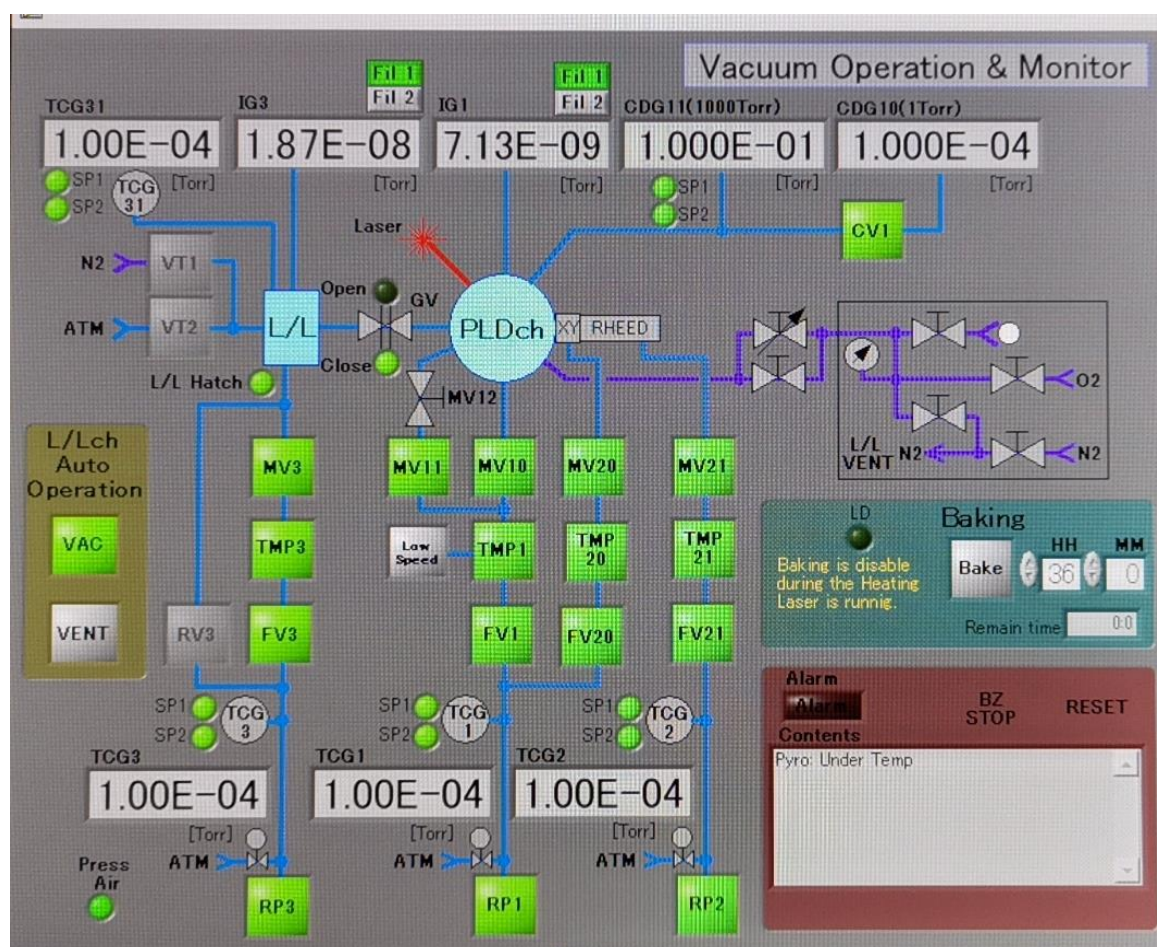
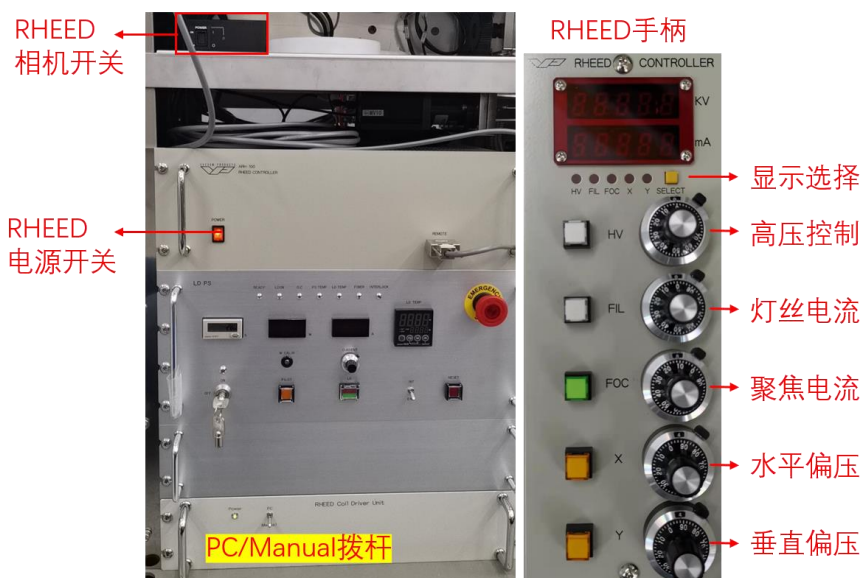
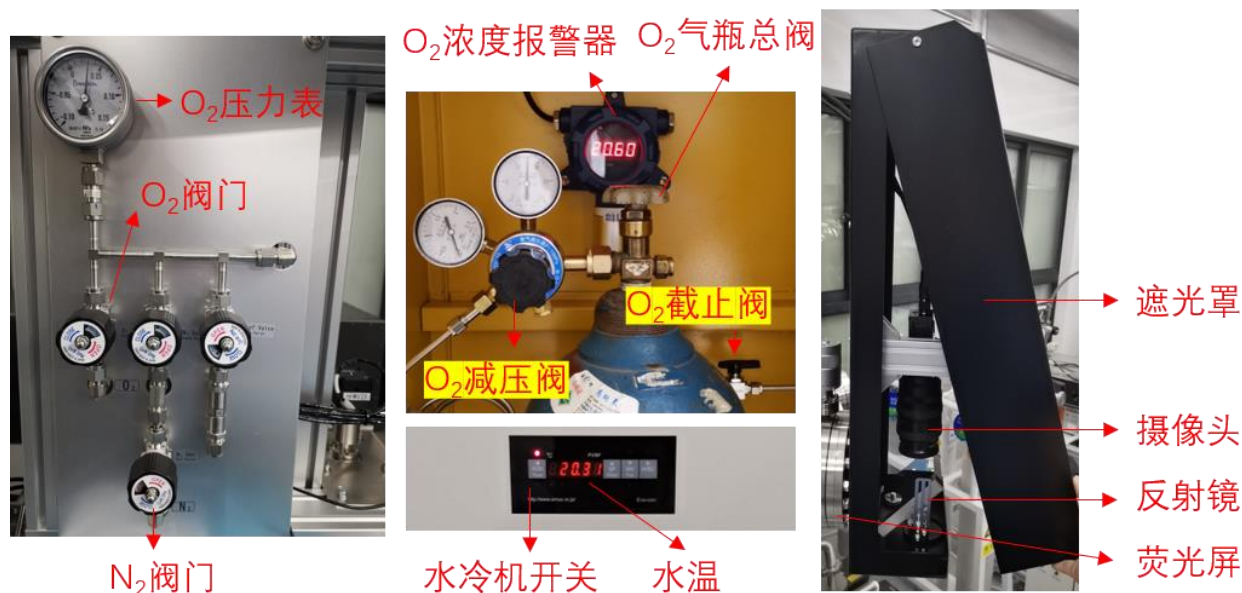

图 2 真空系统控制界面
图 4. RHEED 硬件控制部分
图 5. 气路面板、O2 气瓶柜、水冷机面板与 RHEED 的屏幕及摄像头部分
真空系统控制界面见图 2。RP1、RP2、RP3 为机械泵；TMP3、TMP1、TMP20、TMP21 为分子泵；TCG1、TCG2、TCG3 为热电偶规，用于分子泵连锁保护；TCG31 和 IG3 用于 L/L 不同真空范围的测量；IG1、CDG11、CDG10 用于主腔不同真空范围的测量。
如图 2 所示，RHEED 一级差分经由 MV20 连接分子泵 TMP20 和机械泵 RP1；二级差分经由 MV21 连接分子泵 TMP21 和机械泵 RP2。RHEED 的硬件控制部分如图 4 所示。屏幕及摄像头部分如图 5 最右边所示。
- (2) 检查 4 个分子泵是否正常工作
- (3) 检查 O2 气路是否处于正常状态 (见图 5)
- (1) 确认 GV 已经关闭 (图 2 中 close 灯亮);
- (2) 在真空系统控制界面 (图 2) 点击 VENT 按钮, 待其不再闪烁, 打开进样腔门;
- (3) 把准备好的衬底和靶材放入 L/L 相应位置内;
- (4) 关闭舱门, 在真空系统控制界面 (图 2) 点击 VAC, 待 VAC 完成, 观察真空正常后方可离开;
(1) 检查 O2 气路是否处于正常状态 (见图 4) ;
- (2) 将气路切换至 *O2* 洗气状态 (见附录 8.2);
- (3) 在真空系统控制界面 (图 2) 关闭 IG3, 关闭 MV3, 关闭 FV3;
- (4) 在真空系统控制界面 (图 2) 打开 VT1 放入 *O2*, 同时密切注意 LL 气压, 如气压持续增大, 立刻关闭 VT1, 并立即联系技术员;**
- (5) 在真空系统控制界面 (图 2), 打开 RV3 利用机械泵进行抽气, 待 LL 气压降至 1E-4Torr 以下时关闭 VT1;
- (6) 在真空系统控制界面 (图 2) 点击 VAC 恢复 LL 真空;
- (7) 前往气瓶间, 关闭气瓶减压阀;
- (8) 打开气瓶主阀, 将氧气放入减压阀后, 关闭气瓶主阀;
- (9) 缓慢打开减压阀, 将气压增加至 0.15MPa;